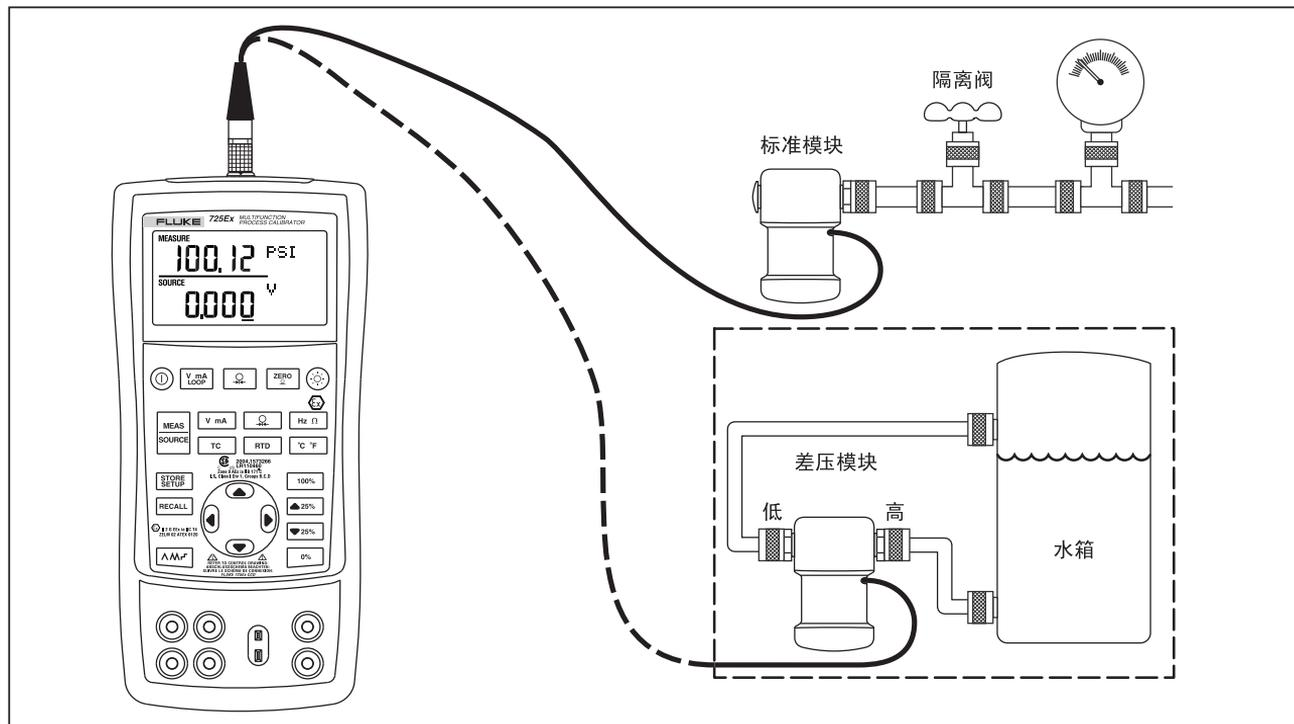

图 13. 测量压力的连接
1. 依照图 13 所示将压力模块连接至校准器。压力模块上的螺纹可接装标准 ¼ NPT 管件。如有必要，可使用厂家提供的 ¼ NPT 至 ¼ ISO 转接器。